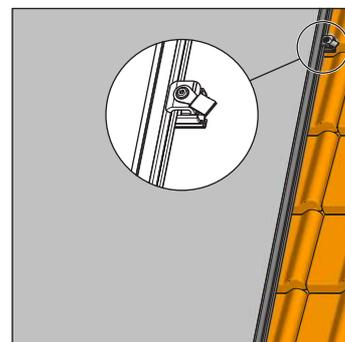

Fig. 3-22 Fase di lavoro 6b -
- b)  del raccordo di mandata nel profilo di montaggio e avvitare saldamente con chiave a esagono cavo (fig. 3-22).